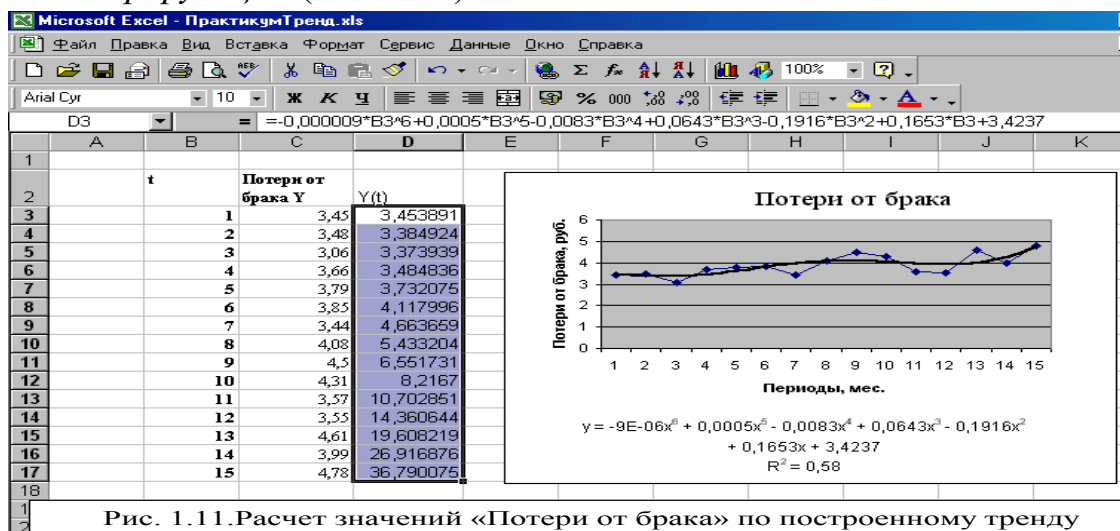

Рис. 1.11. Расчет значений «Потери от брака» по построенному тренду
2.1. Рассчитать значения исследуемого ряда по полученной трендовой модели $Y(t)$, используя *Мастер функций* (Рис.1.11.).